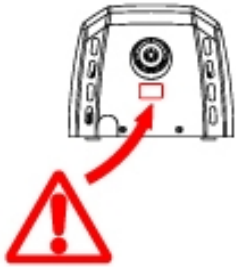

Рисунок 11.
- В ходе всего процесса соединения корпуса с основанием необходимо соблюдать осторожность, чтобы не повредить электронную схему, расположенную под выходным соплом сушилки для рук (Рисунок 11).